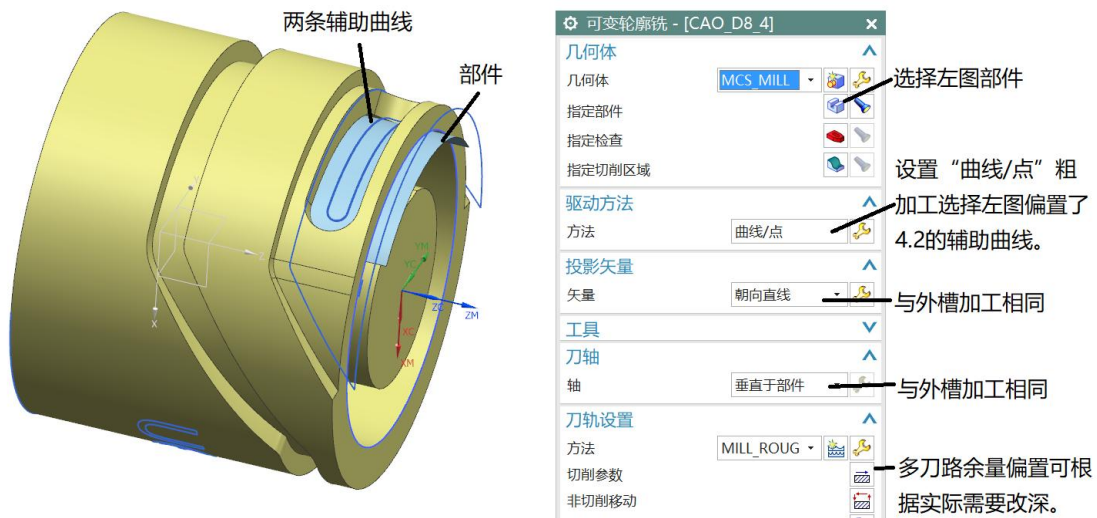

图 1-38 小槽粗加工参数设置
(3) 复制外形槽粗加工程序，修改参数如图 1-38 所示。